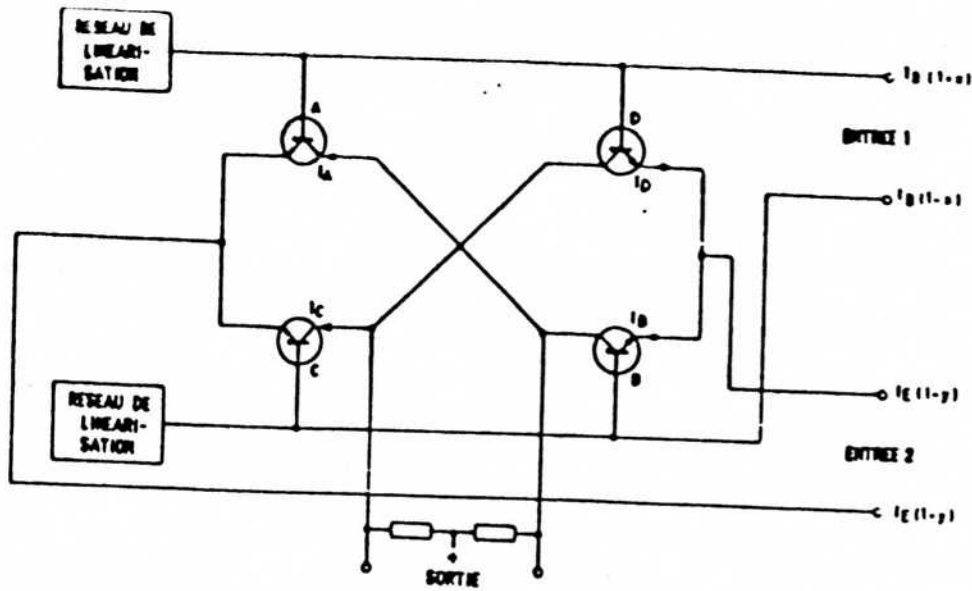

Figure 4.1 Multiplicateur
14. Le multiplicateur utilisé est du type à transconductance linéarisée. Son schéma est donné à la figure 4.1 de la page suivante.